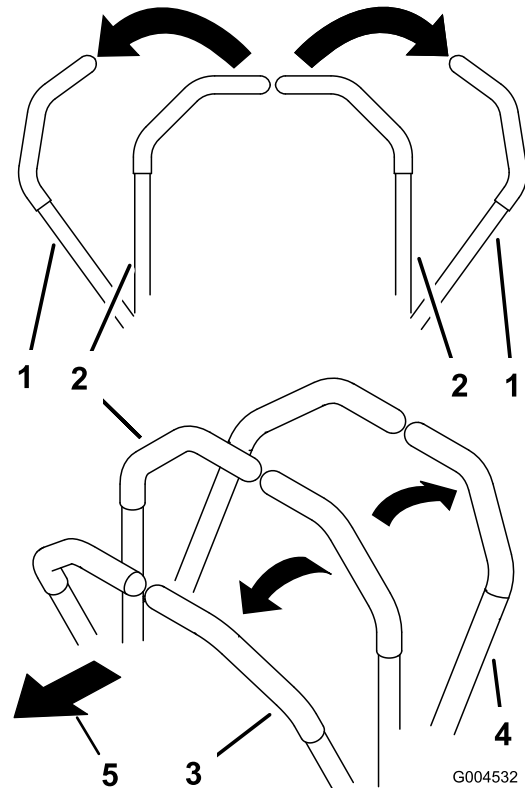

Figure 19
1. Mettez les leviers de commande de déplacement (Figure 19) en position de verrouillage au point mort.
- Pour vous déplacer en ligne droite en marche avant, poussez doucement les leviers de commande de déplacement vers l'avant (Figure 19).
- Pour vous déplacer en en ligne droite en marche arrière, tirez doucement les leviers en arrière (Figure 19).
levier du côté opposé à celui que vous voulez prendre (Figure 19).